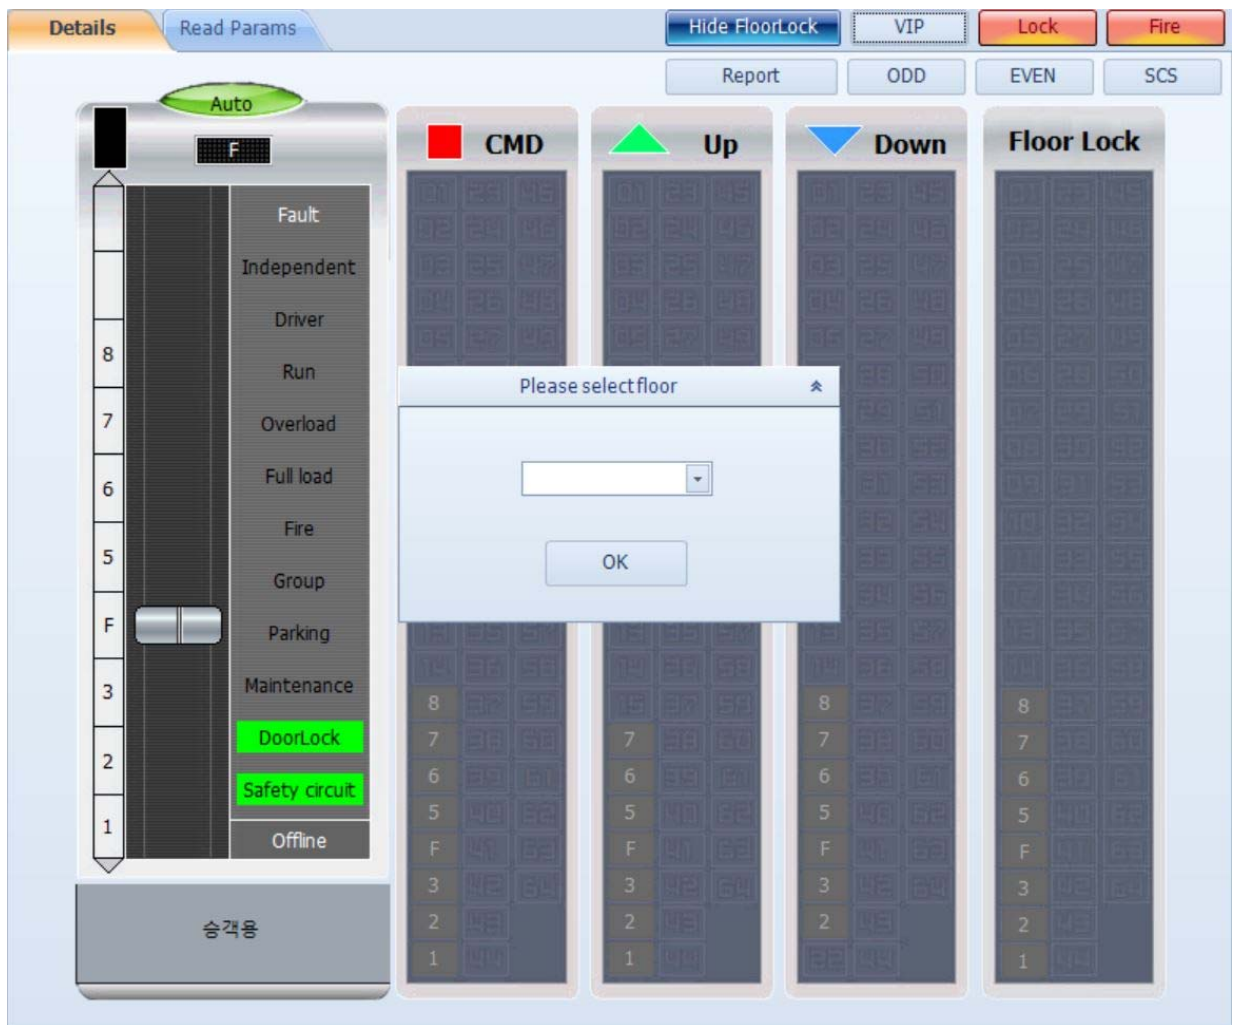

Fig. 4.4.18
- 싱글 디테일 모니터링 화면에서 [VIP]메뉴를 누른다. Fig 4.4.18 에서 층 선택창이 뜨면 VIP 로 설정할 층을 선택한다.